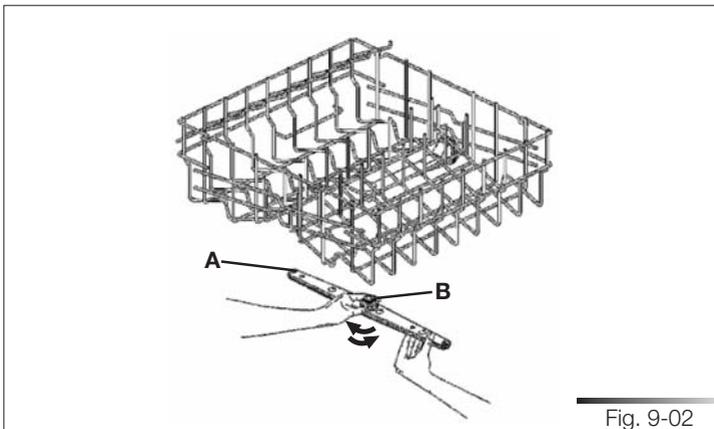

Fig. 9-02
- Pour démonter le bras de lavage **supérieur** (réf. A fig. 9-02), il faut dévisser la bague de retenue (réf. B fig. 9-02) en la tournant dans le sens des aiguilles d'une montre. Une fois le nettoyage exécuté, remonter le bras de lavage dans son siège, puis visser la bague de retenue en la tournant dans le sens inverse des aiguilles d'une montre.